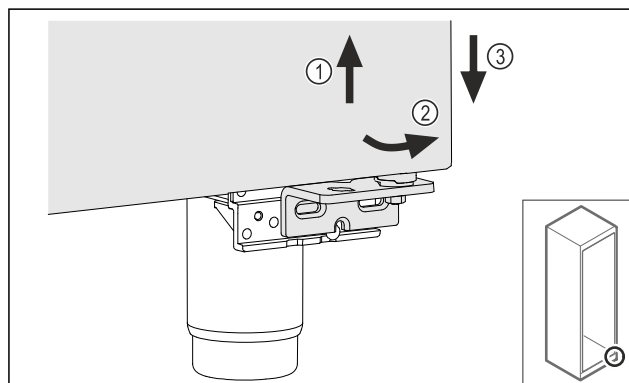

Fig. 27
- Mírně zvedněte dveře Fig. 27 (1), nakloňte je dopředu ve spodní části Fig. 27 (2) a spusťte je Fig. 27 (3).